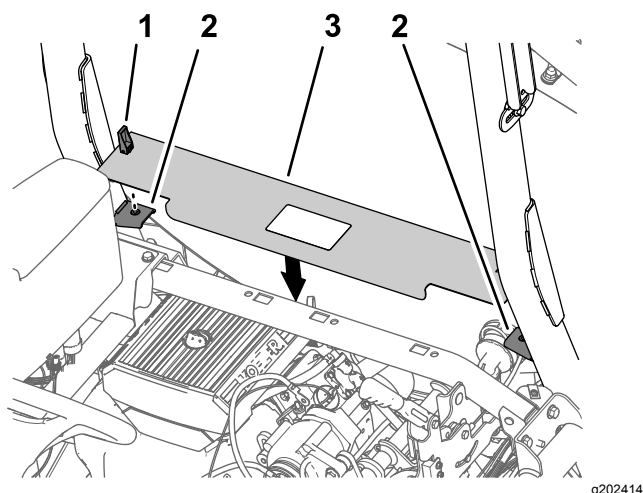

Figure 218
1. Placez les verrous du panneau d'accès au moteur en face des bagues des supports du panneau sur l'arceau de sécurité (Figure 218).
2. Montez le panneau sur les supports (Figure 218).
3. Abaissez les poignées de verrouillage pour fixer le panneau sur les supports (Figure 218).